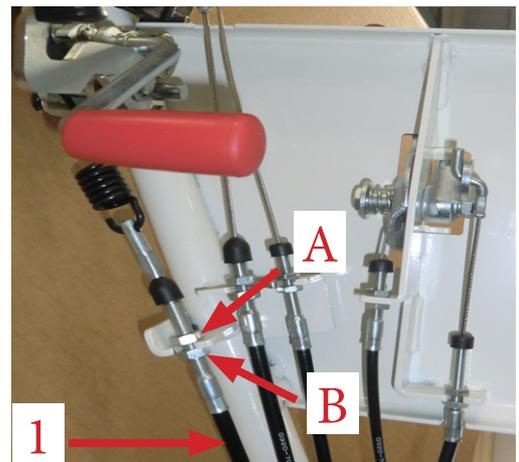

Bild 21
- Wenn das Messer mit entspanntem Messerkupplungshebel nicht stoppt, stellen Sie den Messerkupplungsbowdenzug (Bild 21 Pos. 1) wie folgt ein: Lösen Sie die Muttern (Bild 21 Pos. A & B) und verringern Sie die Spannung, ziehen Sie die Muttern A & B wieder an.